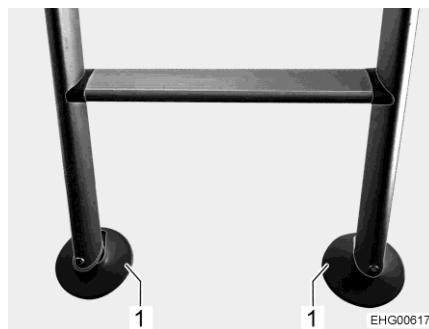

Bild 84 Plastplattor på stegen
- Vik ut båda plastplattorna (Bild 84,1) längst ner på den utfällbara stegen. Detta ger stegen ett säkert stativ och golvbeläggningen är inte skadad.
- Vik in båda plastplattorna (Bild 84,1) längst ner på stegen.